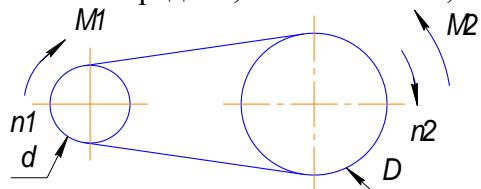

Рис. 4
4. В ременной передаче (рис. 4) с клиновым ремнем определить:  $D$  – расчетный диаметр большого шкива,  $M_1$  – момент на валу меньшего ведущего шкива диаметром  $d=100 \text{ мм}$ .  $U=3$  – передаточное число передачи,  $n_1=900 \text{ об/мин}$ ,  $M_2=10 \text{ Нм}$ .